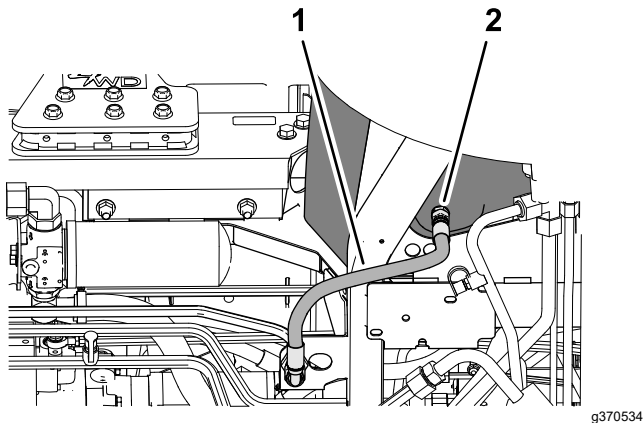

Figura 165
3. Coloque un recipiente de drenaje debajo del depósito hidráulico (Figura 165).